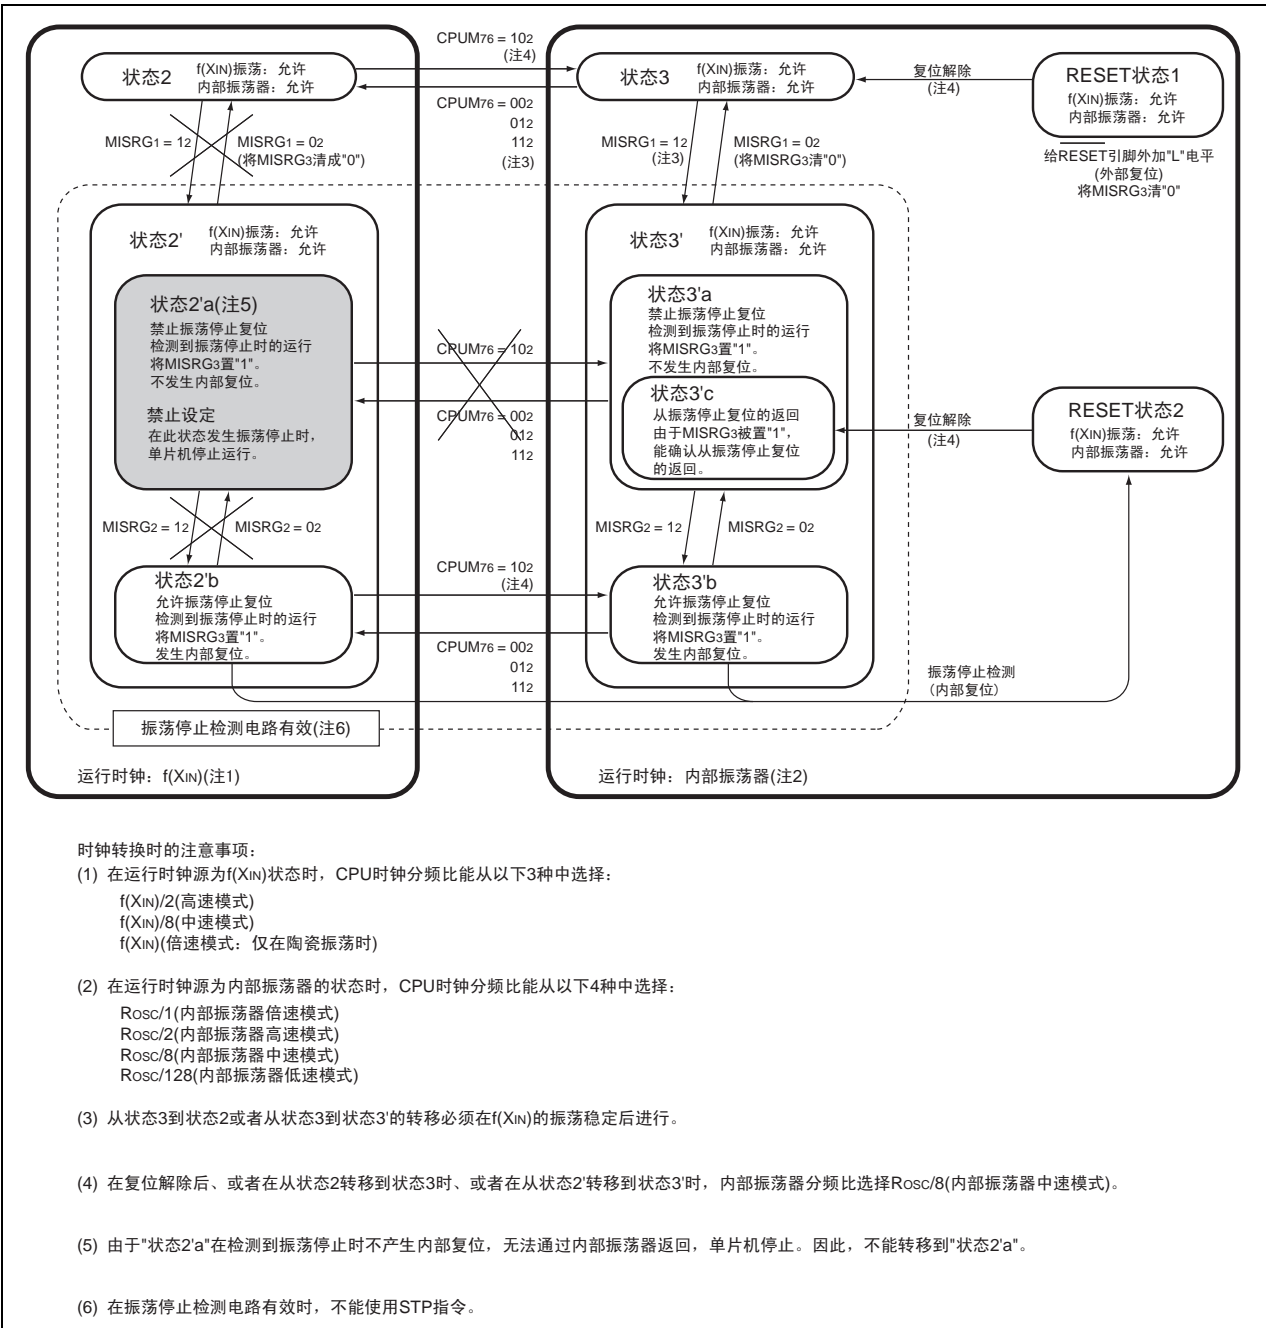

图 77 振荡停止检测电路的状态转移图
1. 由于在“图 77 振荡停止检测电路的状态转移图”所记载的“状态 2'a”中，即使 XIN 的振荡停止，也不产生复位，并且单片机停止，因此不能转移到“状态 2'a”。